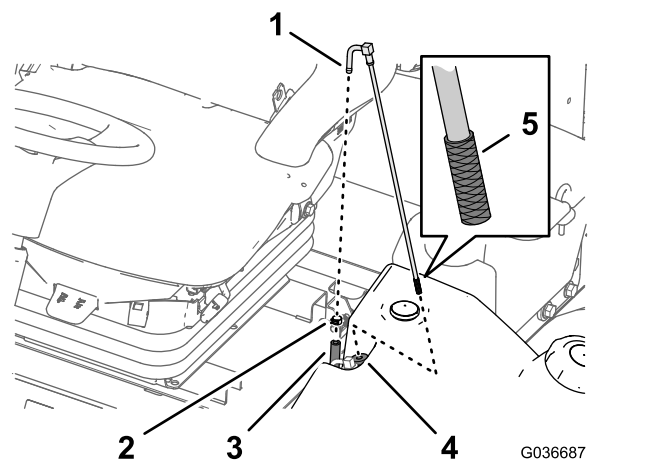

Рисунок 97
2. Отсоедините шланг от штуцера (Рисунок 97).
3. Извлеките топливозаборную трубку из топливного бака (Рисунок 97).
4. Очистите от загрязнений сетчатый фильтр на конце топливозаборной трубки (Рисунок 97).
5. Вставьте топливозаборную трубку в резиновую втулку и в бак (Рисунок 97).
1. Снимите шланговый хомут, который крепит шланг подачи топлива к штуцеру топливозаборной трубки (Рисунок 97).